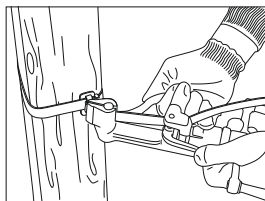

Рисунок 6
- после достижения необходимого натяжения согнуть ленту бандажную вокруг скрепы в противоположную от натяжения сторону и отрезать лишнюю часть (рисунок 6);